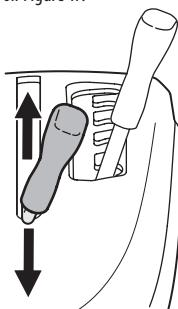

Figure 17
- Poussez le levier de la prise de force vers l'avant pour embrayer la prise de force. Voir Figure 17.